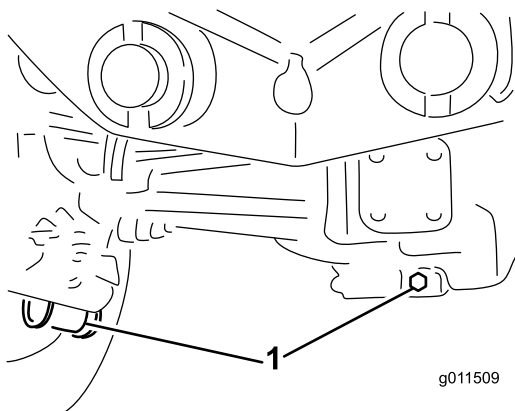

Figura 108
2. Limpe a zona em redor dos 3 tampões de escoamento, 1 em cada extremidade e 1 no centro (Figura 108).